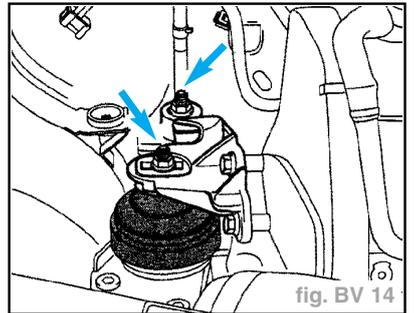

fig. BV 14
- Visser les écrous du palier de moteur droit (fig. BV 14).
- Ecrous pour palier de moteur (flèche) (fig. BV 14) 5
- Débrancher la fiche (flèche (B)) du détecteur de température de l'air d'admission G72.
- Dévisser les écrous du palier de moteur droit (flèches) (fig. BV 14).